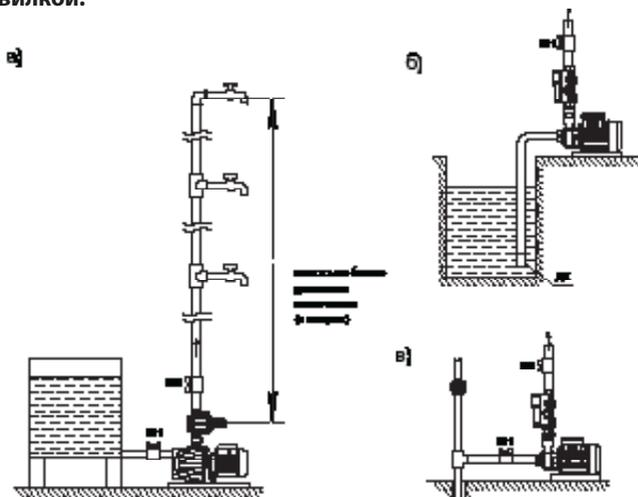

Рис.4 Схемы для систем водоснабжения
- 6.1. Для повышения удобства пользования станцией целесообразно организовать систему водоснабжения по рекомендованным схемам, указанным на рис. 4.
- 6.2. Высота водяного столба между станцией и наивысшей точкой водопотребления (крана) должна быть не больше давления включения электронасоса (в метрах), указанного в табл.1,2 или 3, в противном случае при открытии верхнего крана давление упадет недостаточно для срабатывания контроллера, электронасос не запустится, и верхний кран не будет обеспечен водой (рис.4а). В случае если высота наивысшей точки водопотребления (крана) выше необходимого значения, нужно установить станцию выше. Также можно отрегулировать давление включения электронасоса на большее значение (только для моделей EPS-15, EPS-15А, EPS-16), провернув винт по часовой стрелке (в направлении «+») (рис.2) до значения, соответствующего высоте водяного столба между станцией и наивысшей точкой водопотребления. Регулирование осуществляется по показаниям манометра.